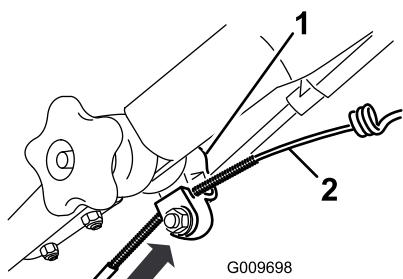

Figura 51
- Nota:** Posizionando un righello contro il lato superiore dell'attacco nero del cavo è possibile misurare di quanto si sposta l'estremità superiore della guaina del cavo (Figura 51).